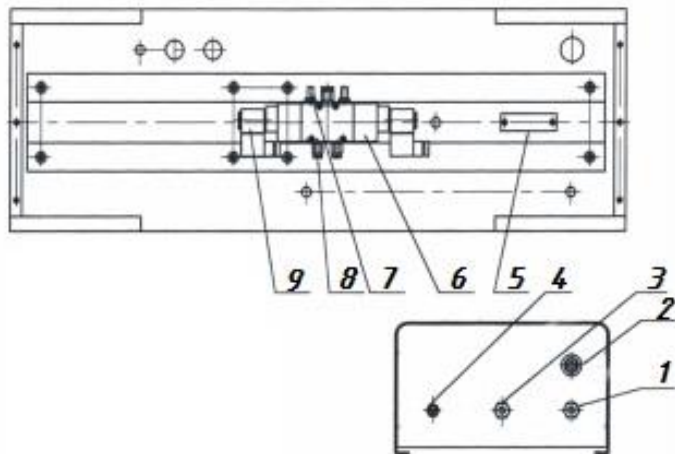

Рис. 3
2. Затем зафиксируйте соединительную деталь с помощью анкерных зажимов (10).
4. Включите блок питания (5) (см. рис.3).